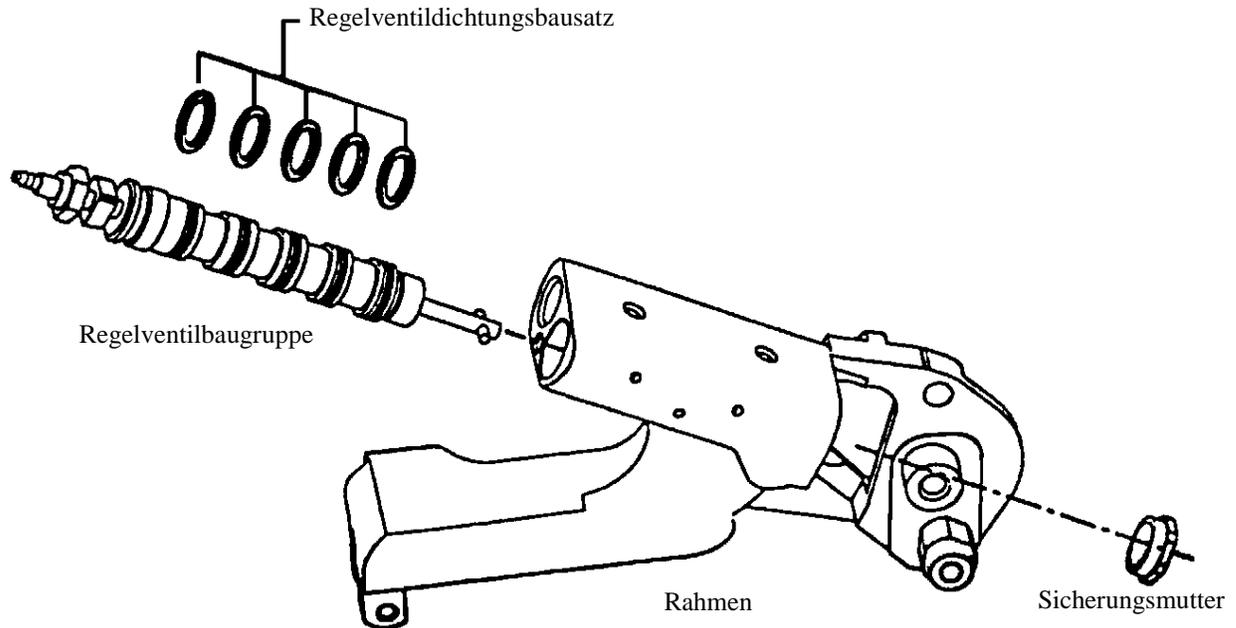

ABB. 67
9.4.16 Einbau des Regelventils (siehe Abb. 67.)